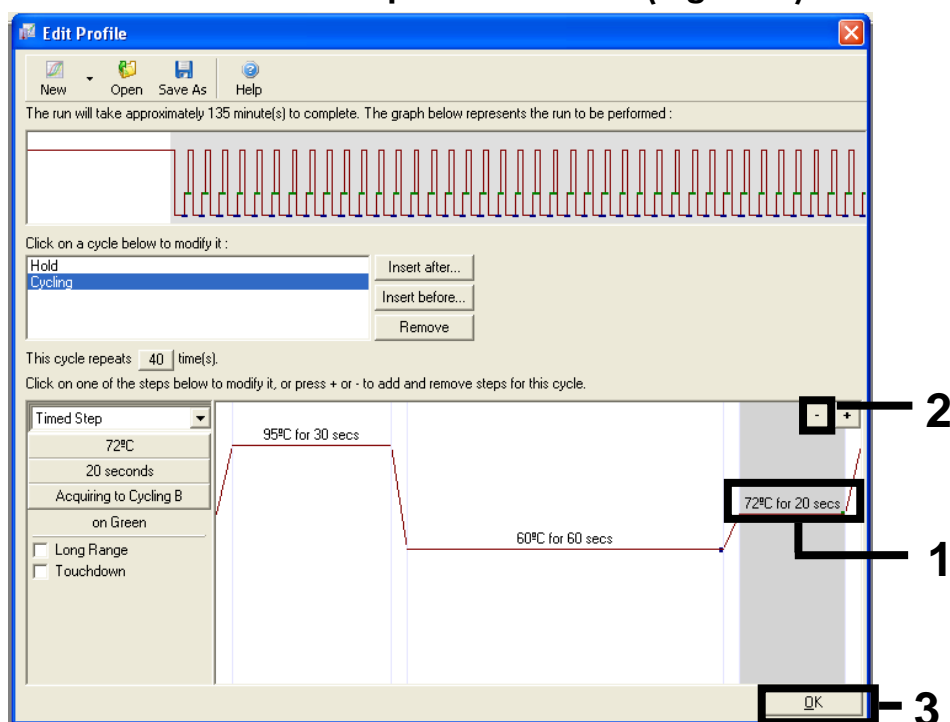

Figure 9. Suppression de l'étape supplémentaire.
12. Mettre la troisième étape en surbrillance et la supprimer en cliquant sur le bouton « – ». Cliquer sur « OK » (Figure 9).